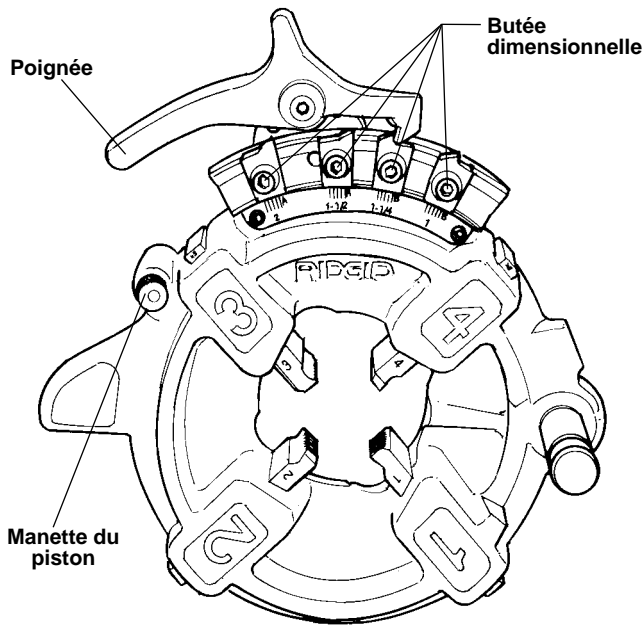

Figure 13 – Tête de filière semi-automatique
Tête de filière à ouverture semi-automatique (Figure 13) – Lorsque l'extrémité du tuyau en cours de filetage arrive à fleur de l'extrémité de la filière n° 1, tapez sur la poignée pour que les filières libèrent le tuyau.
La tête de filière semi-automatique (Figure 13) pour filetages à droite utilise quatre jeux de filières pour couvrir le filetage des tuyaux allant de 1/8 à 2 po de diamètre. Un jeu de filières est nécessaire pour chacune des sections de tuyaux suivantes : (1/8 po), (1/4 à 3/8 po), (1/2 à 3/4 po) et (1 à 2 po). Le filetage des tiges nécessite un jeu de filières spécial pour chaque section de tige.
1. Appuyez sur la poignée pour faire reposer la plaque à cames (Figure 13 – tête de filière Modèle 816/817) contre la butée comme indiqué.